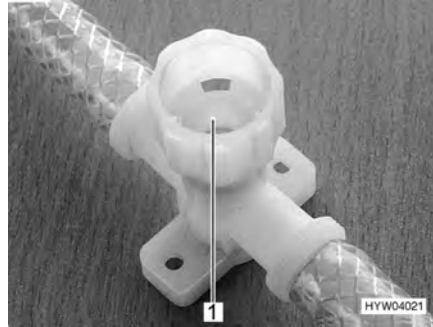

Bild 134 Avtappningskran för varmvattenaggregat
- Stäng alla avtappningskranar. Vrid då locken (Bild 134,1) medurs.
- Öppna alla avtappningskranarna till varmvattenaggregatet. Vrid då locken (Bild 134,1) moturs.